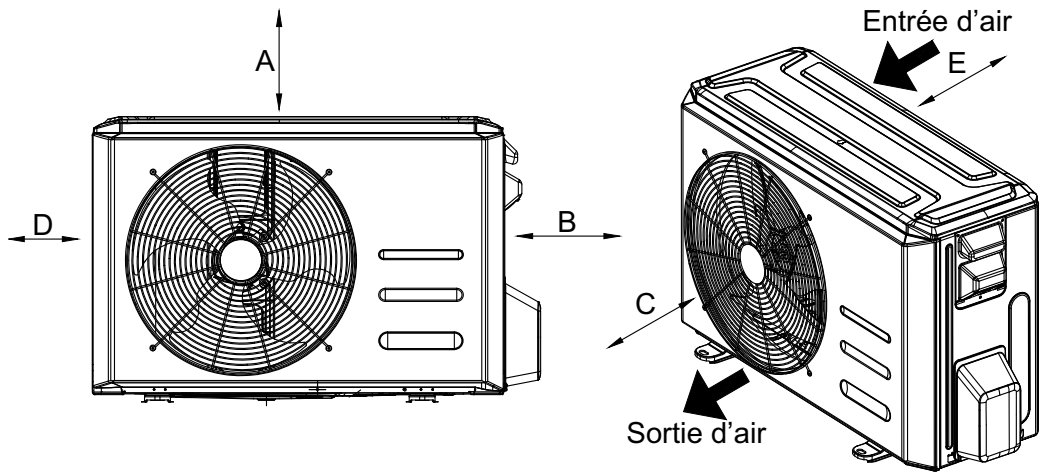

Fig. 7 – Dégagements
- Emplacement qui fournit les dégagements appropriés (voir figure 7).
- Laissez suffisamment d'espace pour permettre la circulation d'air et l'entretien de l'appareil. Consultez la figure 7 pour connaître les distances minimales requises entre l'appareil ou les murs.